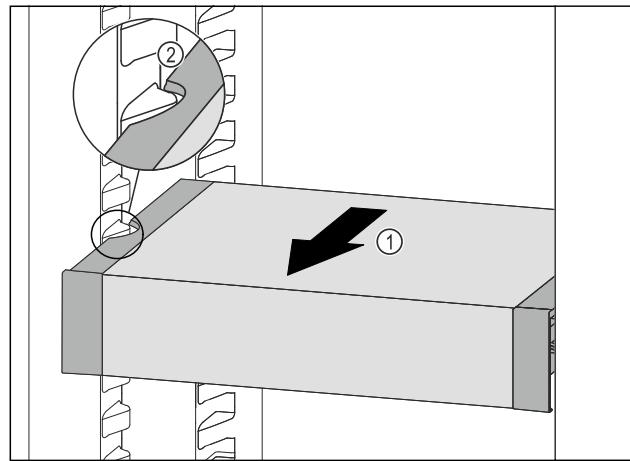

Fig. 78
- 向前拉动 VarioSafe Fig. 78 (1)，直至 VarioSafe 的侧部凹槽与冷藏区中的容器肋梁持平。Fig. 78 (2)